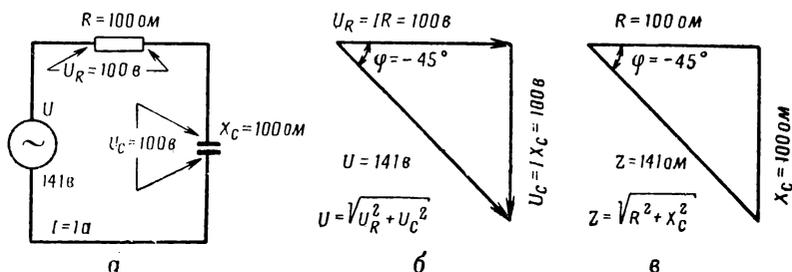

Рис. 179. Активное  $R$  и емкостное  $X_C$  сопротивления соединены последовательно:
Когда в цепь последовательно включены конденсатор и резистор (рис. 179, *a*), ток в цепи зависит от емкостного  $X_C$  и активного  $R$  сопротивлений. Падение напряжения на резисторе  $U_R = IR$ , на конденсаторе  $U_C = IX_C$ .
Векторное сложение  $U_C$  и  $U_R$  Падение напряжения на резисторе  $IR$  (рис. 179, *б*) совпадает по фазе с током. Падение напряжения на конденсаторе  $IX_C$  отстает по фазе от тока на  $90^\circ$ , поэтому вектор этого напряжения отложен под углом  $90^\circ$  вниз. Поэтому
Для схемы, приведенной на рис. 179, *a*,
Треугольник сопротивлений приведен на рис. 179, в.
Для схемы рис. 179, а
Фазовый угол  $\varphi$  (сдвиг между напряжением генератора и током) в последовательной цепи может быть подсчитан из треугольника напряжений или сопротивлений (рис. 179, б и в). Фазовый угол отрицательный (перед  $Z$  или  $X_C$  ставят минус), поэтому откладывают его по часовой стрелке от исходного (нулевого) угла вектора тока.
Например, для схемы, приведенной на рис. 179, а, по формуле (68) определим